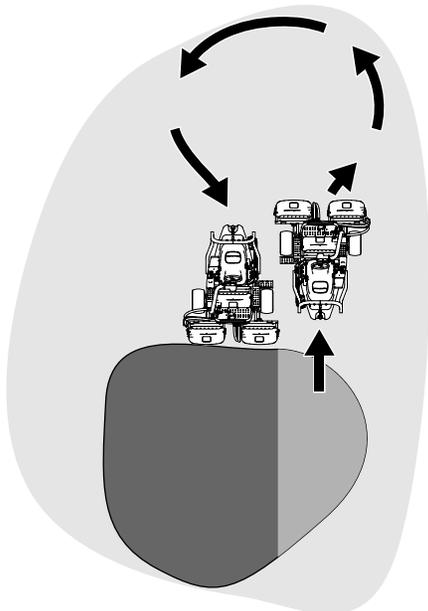

Figure 28
6. Pour réduire le temps de travail et faciliter l'alignement pour la passe suivante, tournez momentanément la machine dans la direction opposée, puis tournez-la vers la partie à tondre. Exécutez un demi-tour en « goutte d'eau » (Figure 28) pour aligner rapidement la machine pour la passe suivante.